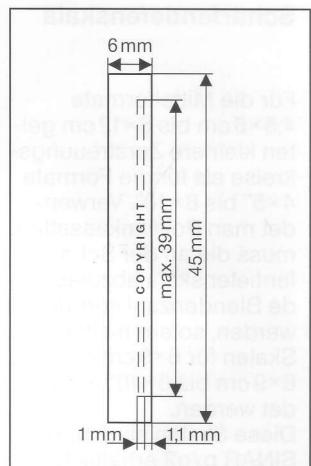

Fig. 24
- 11.5. Formatmaske schliessen. Zur Beschriftung eignet sich eine fette, ca. 1 mm hohe Schrift. Dicke des Lithfilms 0,12 mm. Masse siehe Fig. 24.
- 11.5. Close the mask. Use a bold lettering about 1 mm high for the inscription. The lith film should be 0.12mm thick. Dimensions see fig. 24.
- 11.5. Fermer le cache de format. Une écriture grasse d'environ 1 mm convient pour l'inscription. Epaisseur du lith-film: 0,12 mm. Mesures voir fig. 24.